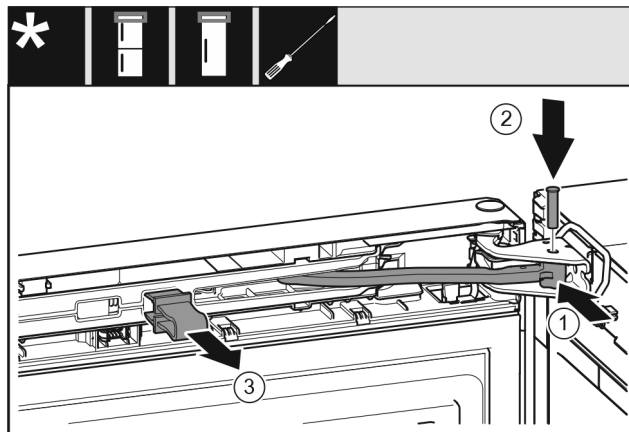

Fig. 66
- ▶ Поверните шарнир Fig. 66 (1) в опорном кронштейне.
- ▶ Вставьте палец Fig. 66 (2) в опорный кронштейн и шарнир. При этом проследите за тем, чтобы выступ фиксатора занимал правильное положение в пазу.
- ▶ Снимите предохранитель Fig. 66 (3).